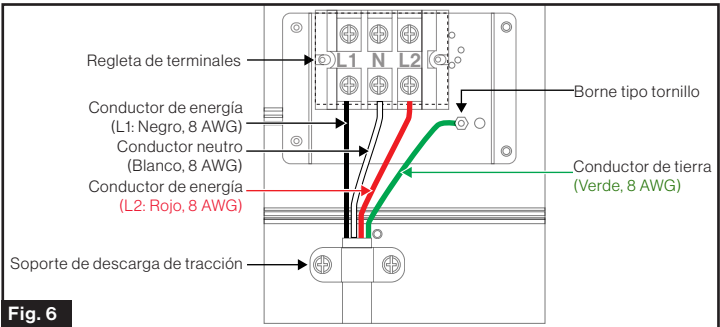

Fig. 6
- Consulte la Fig. 6 por información sobre la conexión de 4 conductores.
- El neutro es el cable de energía blanco. Conéctelo al terminal del medio (N).
- La tierra es el cable de energía verde. Conéctelo al borne tipo tornillo (Vea la Fig. 6).
8. Consulte la Fig. 6 por información sobre la conexión de 4 conductores.